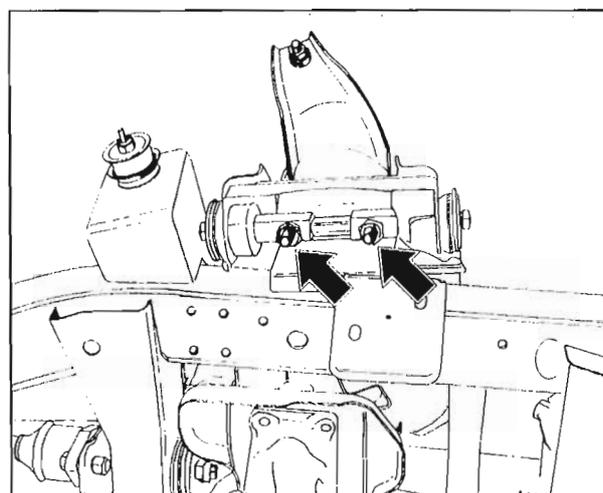

Fig.10 – Desmontaje de la horquilla superior
- Destornille y retire los dos tornillos (Fig.10) que conectan el vástago de la horquilla superior al soporte en el bastidor, utilizando el adaptador N° 269958904102.